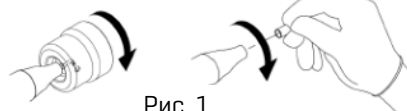

Рис. 1
5. Открутите насадку от наконечника [рис. 1]: